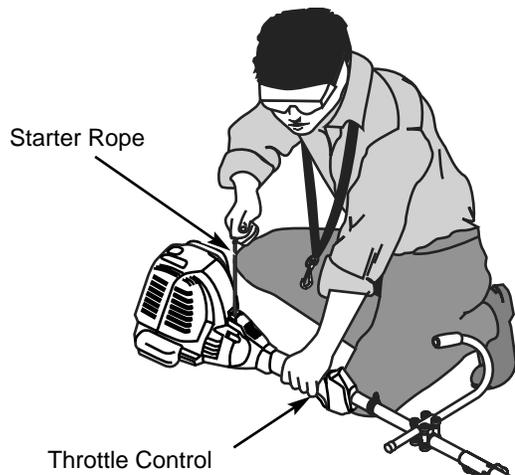

Fig. 22
AVERTISSEMENT: Évitez tout démarrage accidentel. Tenez-vous en position de démarrage lorsque vous tirez sur la corde de démarrage (Fig. 22). L'opérateur et l'appareil doivent tous deux être en position stable pour éviter des blessures graves. Vérifiez la bonne installation de l'accessoire avant le démarrage de l'appareil.
5. Accroupissez-vous en position de démarrage (Fig. 22). Appuyez sur le verrouillage des gaz et appuyez sur le levier de contrôle des gaz. Tirez vivement le lanceur cinq reprises.